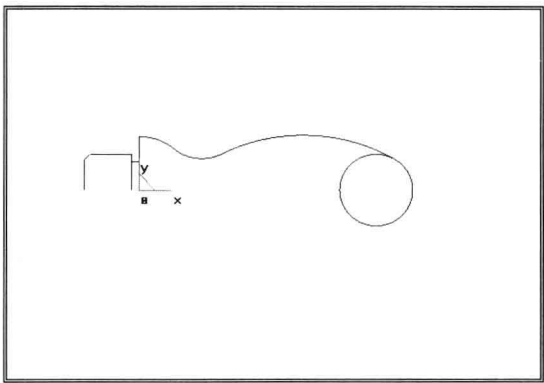

图 1-2-9 手柄图形绘制（八）
11) 单击菜单【造型】→【曲线编辑】→【曲线过渡】命令，或直接单击按钮，在立即菜单中选择“倒角”，设置倒角角度为 45° 、距离为 1.5、“裁剪曲线 1”、“裁剪曲线 2”，按状态栏提示分别拾取图形左侧两条直线，产生直线倒角，结果如图 1-2-9 所示。